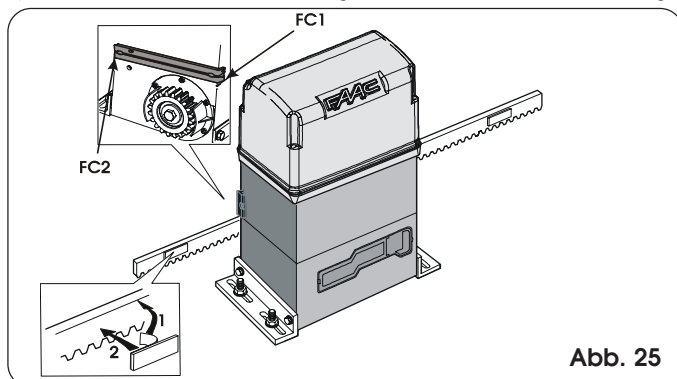

Abb. 25
Der Antrieb 844 ist mit einem Endschaltersensor (MLS) ausgerüstet, der den Durchgang von zwei Magneten erfasst, die auf der zum Bedienungspersonal hin gerichteten Seite der Zahnstange angebracht sind (Abb. 25)
- 10) kennzeichnen und dann die Magneten entfernen. Die Zahnstange an den Stellen reinigen, an denen die Magneten angebracht werden, die Folie auf der Klebeseite der Magneten entfernen (Abb. 25 Bez. 1) und diese mit dem Klebestreifen in Kontakt zur Zahnstange erneut positionieren (Abb. 25 Bez. 2).